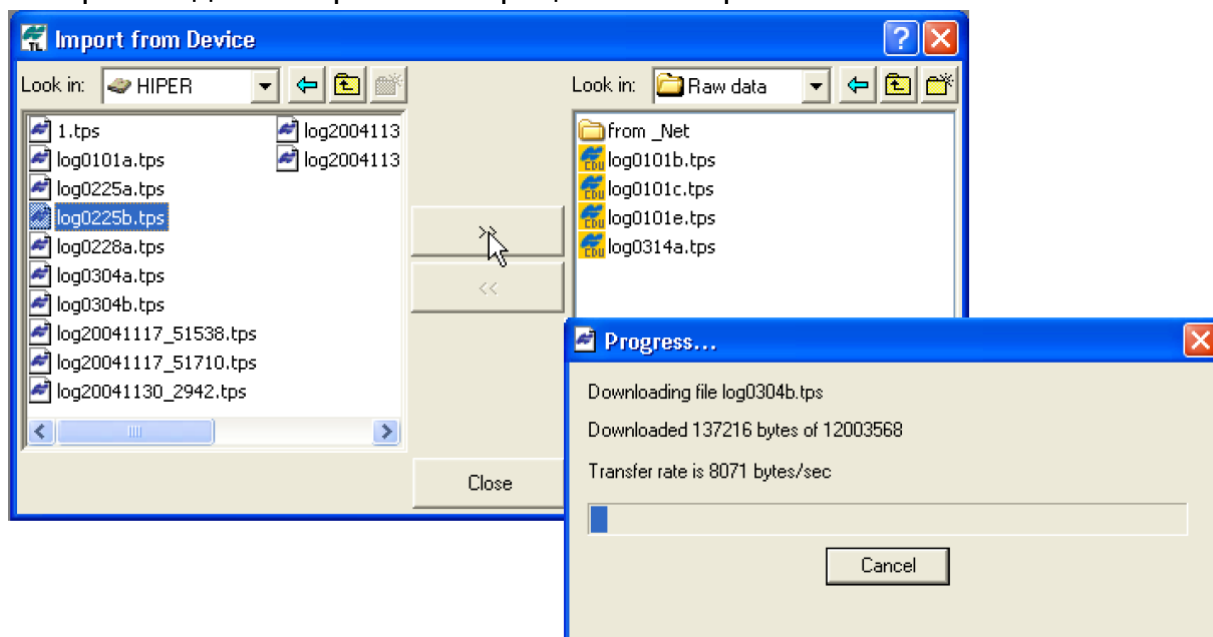

Рисунок 5-8. Выбор файла и отображение процесса импорта
6. В правой панели диалогового окна **Import from Device (Импорт из устройства)** выберите или, при необходимости, создайте папку, предназначенную для размещения файлов (см. рис. 5-8).
7. Для просмотра списка файлов нужного приемника выберите этот прибор двойным щелчком по его пиктограмме или выбором пункта меню **Select (Выбор)** в выпадающем меню. Для импорта файлов из приемника в выбранную папку компьютера выделите их и щелкните на кнопку с двойной стрелкой (см. рис. 5-8).